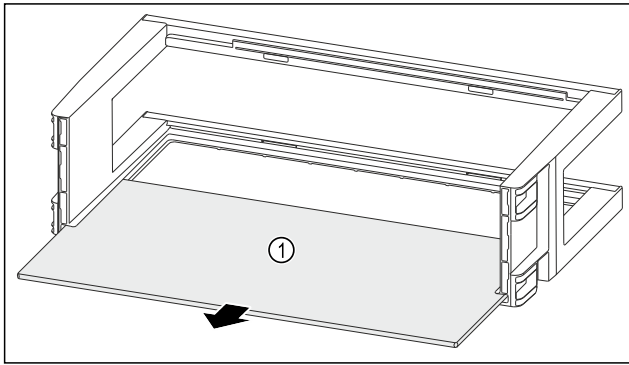

Fig. 91
- ▶ Свалете рафта Fig. 91 (1).